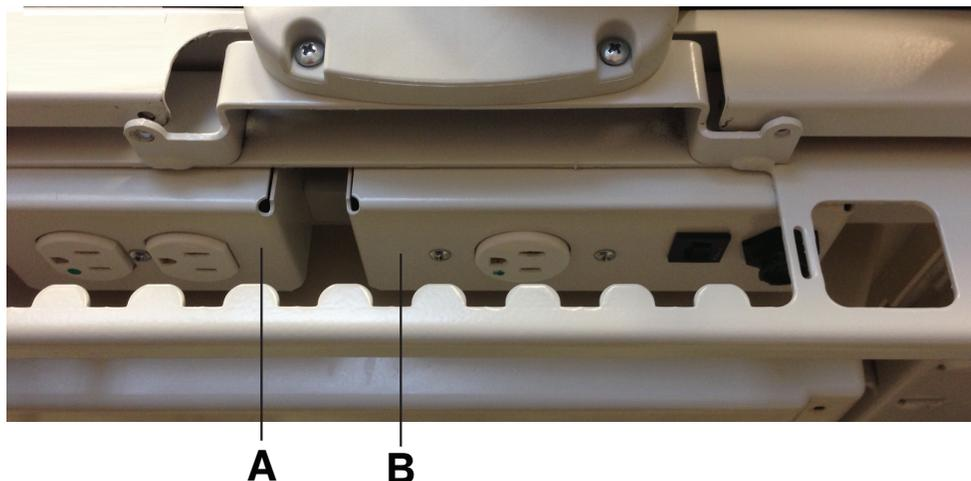

Figure 12 : Sorties auxiliaires en option du lit InTouch
La sortie d'alimentation auxiliaire de 110 volts du lit **InTouch** peut être utilisée comme source d'alimentation intégrée pour la connexion de périphériques. La sortie se situe au-dessous du côté pieds, sur la gauche du patient (A) (Figure 1 à la page 12). La sortie auxiliaire du lit **InTouch** offre une ou deux prises, selon l'option (A) (Figure 12 à la page 32).
De plus, la prise du connecteur de matelas sert à raccorder une surface de soutien en option au lit **InTouch** (B) (Figure 12 à la page 32). Un disjoncteur de 5 A est également intégré à cette sortie d'alimentation.